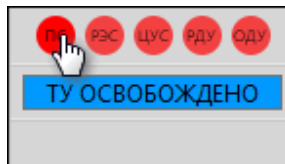

Рисунок 193 - Уровень захвата
1. Нажмите на уровень захвата (Рисунок 193).